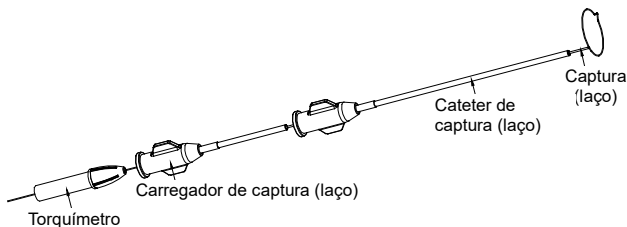
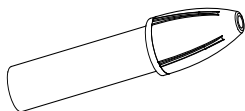

Figura 1 Sistema de captura (laço) SeQure™
Figura 5 Torquímetro
O Sistema de captura (laço) SeQure™, incluindo o Sistema geral de captura (laço), Sistema pequeno de captura (laço) e Sistema micro de captura (laço), conforme os diferentes tamanhos de laço e de comprimento do laço, consiste num laço, um laço de cateter, um carregador de laço e um torquímetro. O laço é constituído por um eixo de nitinol e uma alça, ligados em conjunto na secção cónica do veio de nitinol pela força de compressão de tubagem PTFE de retração térmica. A alça é feita de fios de nitinol trançados e enrolados com fio de tungsténio revestido de Nitreto de Titânio para um reforço radiopaco. O plano da alça é perpendicular ao eixo de nitinol. O anel pré-formado da alça do laço pode ser introduzido através de cateter, sem risco de deformação devido à memória de forma e propriedades superelásticas do nitinol. O cateter de laço é feito de tubo de polietileno (PE). O conector Luer tem uma faixa de marcação radiopaca na sua extremidade distal para melhorar a visibilidade durante a operação. O laço é pré-montado com o carregador de laço e o torquímetro, e em seguida embalados com o cateter correspondente. (Ver Figura 1 a Figura 5)